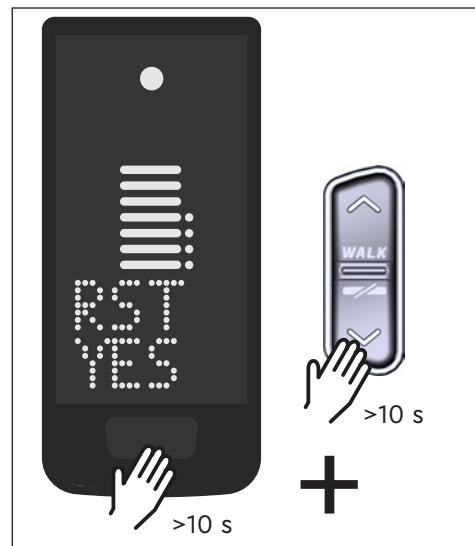

Fig. 10: Terugzetten naar fabrieksinstellingen
- ▶ Houd de regeltoets op het Display en de regeltoets DOWN op de Remote minstens 10 s ingedrukt. Eerst verschijnt de instelmodus, gevuld door RESET (zie Fig. 10).